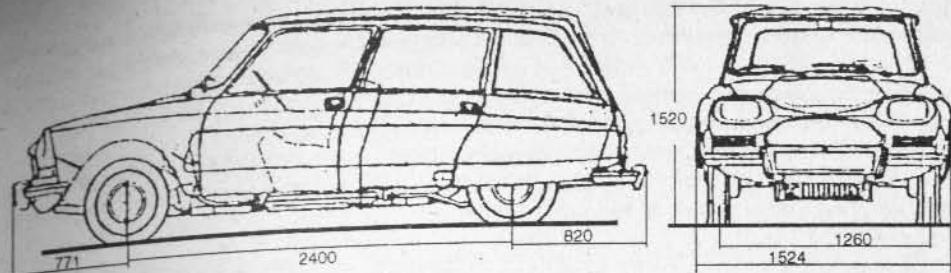

Fig. 1-2.— Dimensiones generales de automóvil AMI-8. Peso vacío, 760 kg.
3. Ami-8.— Este modelo Citroën (Fig. 1-2) tiene 4 puertas y 2 asientos transversales, para 4 a 5 personas, portaequipaje y puerta trasera. El asiento trasero es plegable, para aumentar la capacidad del portaequipaje. Su estructura está compuesta por una plataforma y por la carrocería superior, confortable y de trayentes líneas.
4. Citroën Visa.— Los modelos Special y Club tienen 4 asientos, 4 puertas laterales y una gran puerta trasera (Fig. 1-2), con asiento trasero plegable.